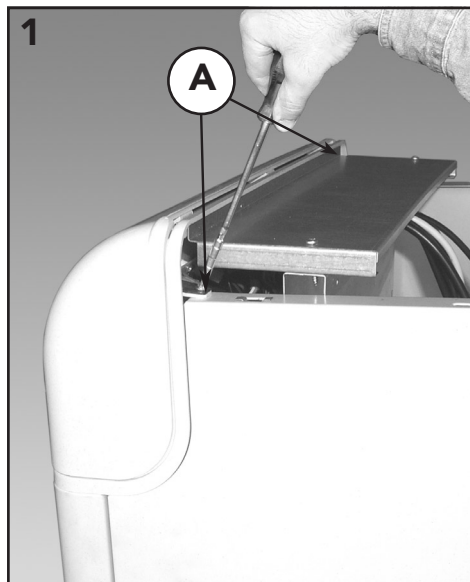

fig. 11a
- 1 Dévisser les 2 vis "A" fig. 11a